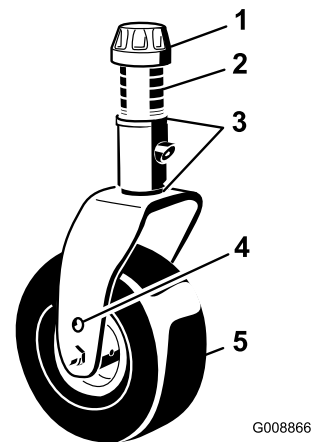

Bild 23
- Nehmen Sie die Spannkappe von der Laufradwelle ab (Bild 23). und schieben Sie die Welle aus dem Laufradarm. Legen Sie zwei Beilagscheiben (3 mm) so auf die Laufradwelle, wie sie ursprünglich montiert waren. Schieben Sie die entsprechende Anzahl der 13 mm Distanzstücke auf die Welle, um die gewünschte Schnitthöhe zu erhalten.
- Schieben Sie die Laufradwelle durch den vorderen Laufradarm. Legen Sie die Beilagscheiben (wie ursprünglich montiert) und die restlichen Distanzstücke auf die Welle. Bringen Sie die Spannkappe an, um das Teil zu befestigen (Bild 23).